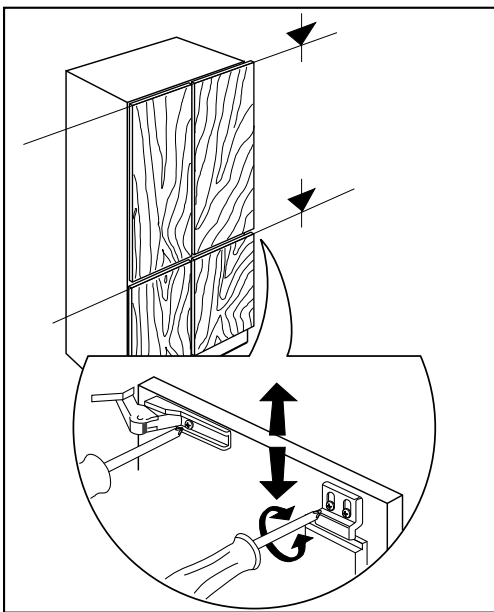

Fig. 10
- Répéter les opérations pour l'autre porte du haut. Vérifier l'alignement horizontal des panneaux et faire les corrections éventuellement nécessaires (Fig. 10).